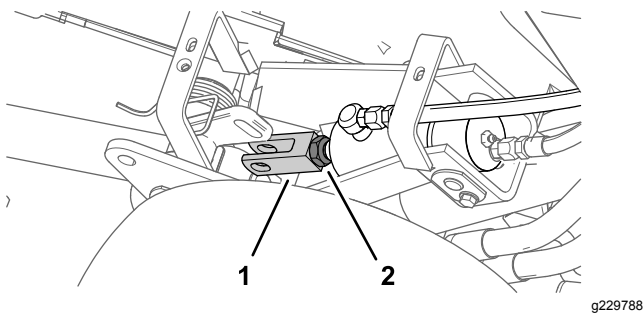

図 53
6. クレビスフィッティングを昇降アームに組み付けてクレビスピンとリテーナピンで固定し、ジャムナットを締め付ける 図 52 と 図 53。